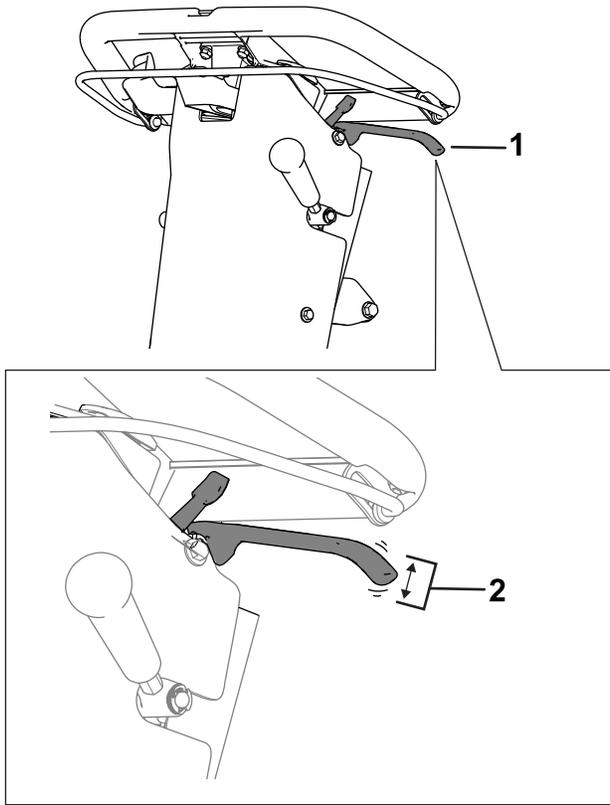

図 32
2. 駐車ブレーキハンドルの端部で遊びの長さを測定する 図 32。